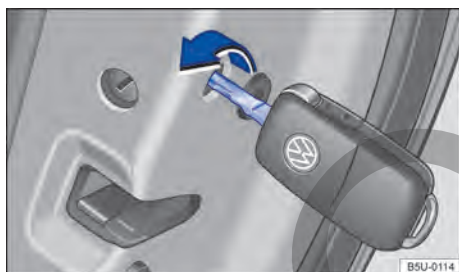

Fig. 45 Cierre de emergencia del vehículo con la llave del vehículo.
- Introducir la varilla de la llave en la hendidura → fig. 45 y girarla en sentido horario (hacia adentro del vehículo) hasta el tope.